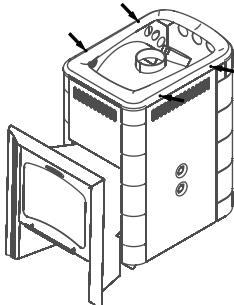

Рисунок 7. Винты для демонтажа
1. Снять рамку конвектора, открутив 4 самореза (рисунок 7).